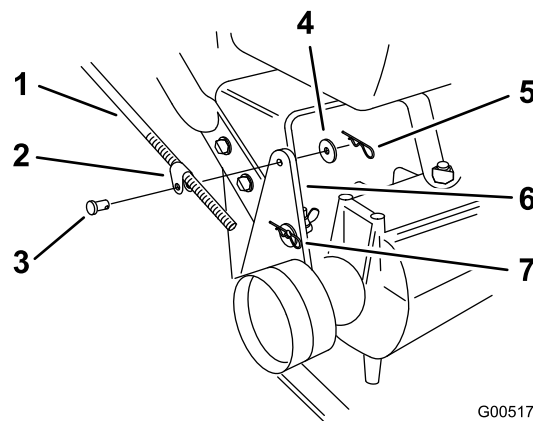

Figura 35
2. Compruebe su funcionamiento. Si es necesario ajustarla, retire el pasador de horquilla, la arandela y el pasador que sujetan el acoplamiento de la varilla de control al soporte de la polea tensora (Figura 35).